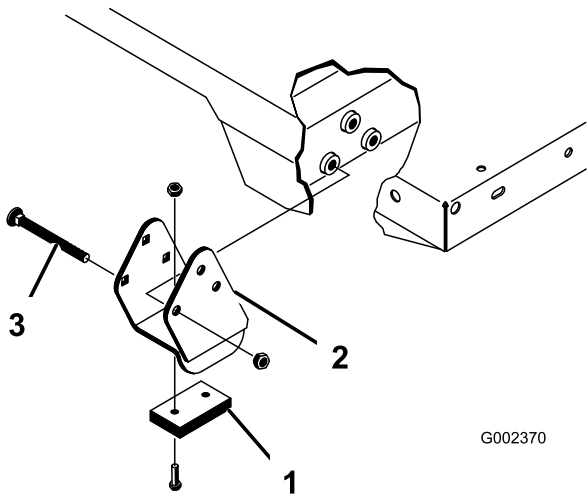

図 35
注 スペーサブラケットとウェアブロック(図 35)はキャリッジボルトで固定しますが、このボルトは必ず頭を車両の内側に向けてください。
2. 荷台を慎重に車両フレームの上に乗せる。後部にある荷台のピボットプレートの穴とリアフレームチャンネル鋼材の穴を揃えて、クレビスピンとリンチピン各2個を取り付ける 図 35。
4. クレビスピンは荷台の外側から差し込み、リンチピンが荷台の外側に向いているようにする 図 35。